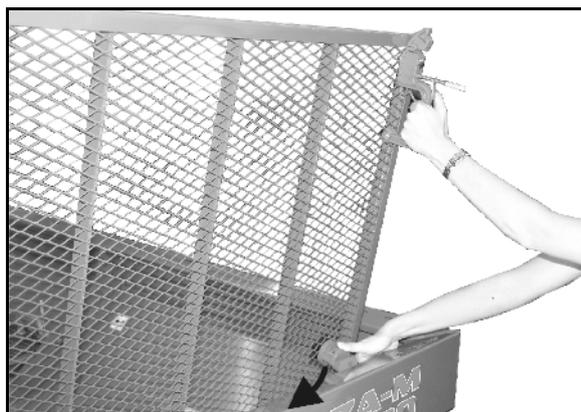

Fig. 18
- Antes de cerrar la rejilla de protección presionar el dispositivo de retención hacia abajo (Fig. 18).